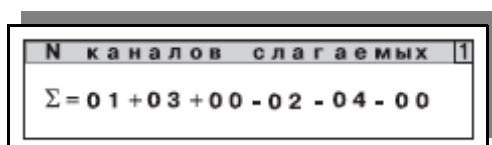

Рисунок 2.19 — Изображение окна «N каналов слагаемых»
Для определения суммы (разности) однотипных параметров из меню КАНАЛ fn войти в подменю N КАНАЛОВ СЛАГАЕМЫХ, рисунок 2.19. При помощи кнопок «▲», «▼», «◀», «▶» ввести значения однотипных параметров $V_{X1} \dots V_{X6}$ для формулы (1) (см. п.1.3.2 части 1 руководства) и нажать ВВОД для подтверждения выбора, либо МЕНЮ для его отмены. Параметр применяется только для типа канала **Сумма**. Например, если значение шестого параметра вычисляется по формуле $V_6 = V_1 - V_2 + V_3 - V_4$, то индексы однотипных системных параметров для формулы (1) при помощи кнопок «▲», «▼», «◀», «▶», ВВОД следует записать в виде $\{X1, X2, X3, X4, X5, X6\} = \{1, 3, 0, 2, 4, 0\}$, рисунок 2.19.